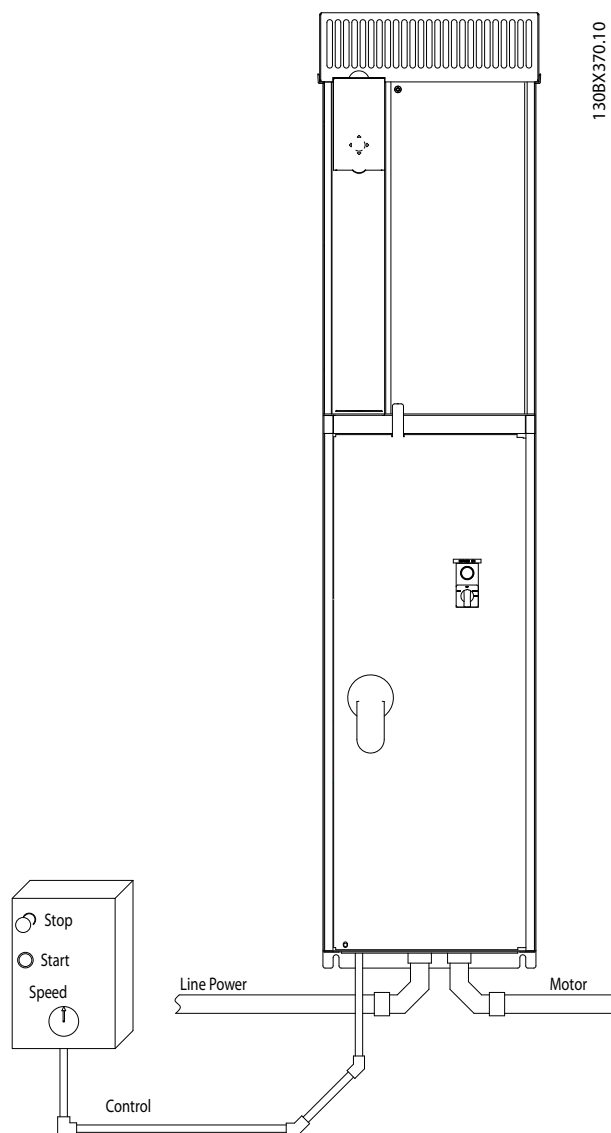

图 2.3 使用线管执行正确电气安装的示例
- 由于电动机线路带有高频电流，因此主电源、电动机功率以及控制线路必须单独布线。请使用金属线管或单独的屏蔽线。请参阅 图 2.3。如果不隔离功率、电动机和控制线路，将可能影响设备的性能。